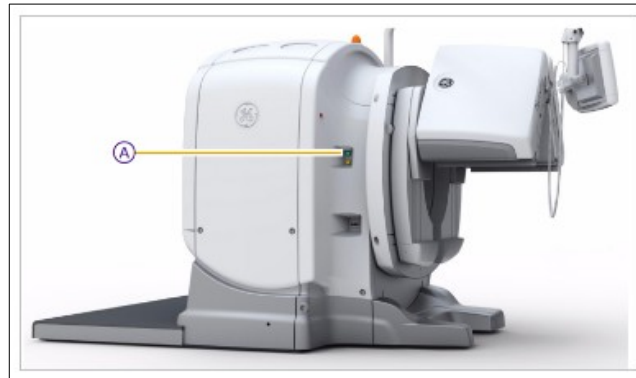

Figura 1
2. Ligar o gantry do equipamento – **Figura 1 – A (Botão de acionamento do gantry);**